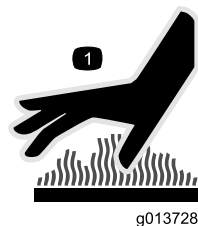

Рисунок 3
- Никогда не прикасайтесь к прогретому двигателю и глушителю (Рисунок 3).